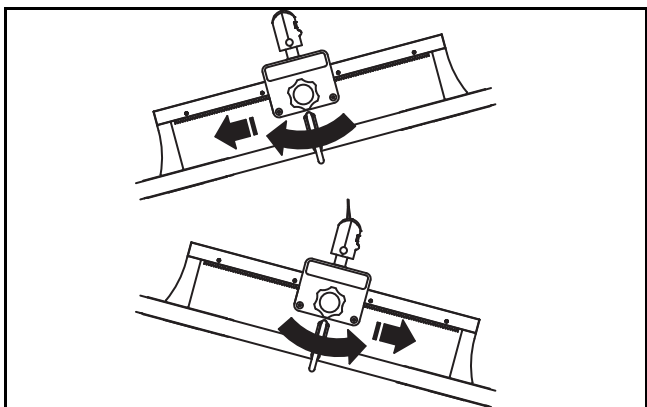

Fig. 10
- 4) For at bårerammen skal kunne hænge vandret, drej begge knopper for at flytte støttebeslaget henimod den tungere ende (pegende nedad) af bårerammen (se Fig. 10).